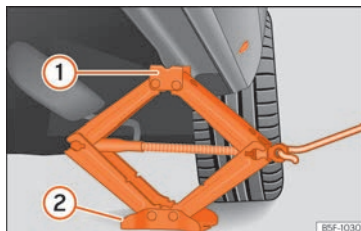

Fig. 46 Bas de caisse : placement du cric du véhicule.
- Tournez la manivelle du cric, placé sous le point d'appui du bas de caisse, pour le lever jusqu'à ce que l'ergot ① » » » fig. 46 se trouve sous le logement en plastique prévu à cet effet.
- Alignez le cric de sorte que l'ergot ① « s'encastre » dans le logement en plastique prévu à cet effet sur le bas de caisse et que la plaque de base mobile ② repose sur le sol. La plaque de base ② doit tomber à la verticale par rapport au point d'appui ①.